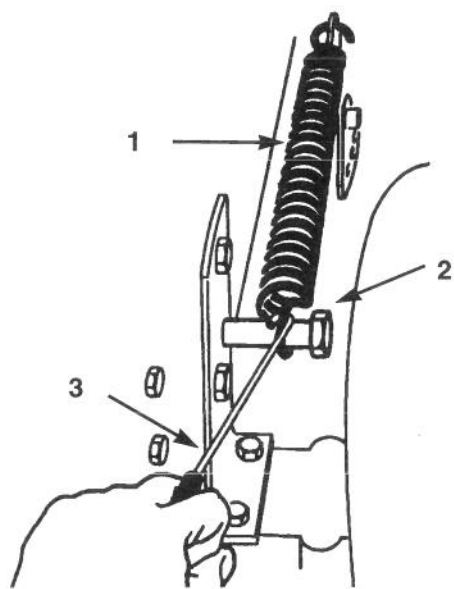

Fig. 38
4. Togliete la molla di sollevamento altezza di taglio dal bullone di fermo (Fig. 38) utilizzando l'utensile fornito con la macchina. La molla si trova tra il telaio e la ruota posteriore destra.